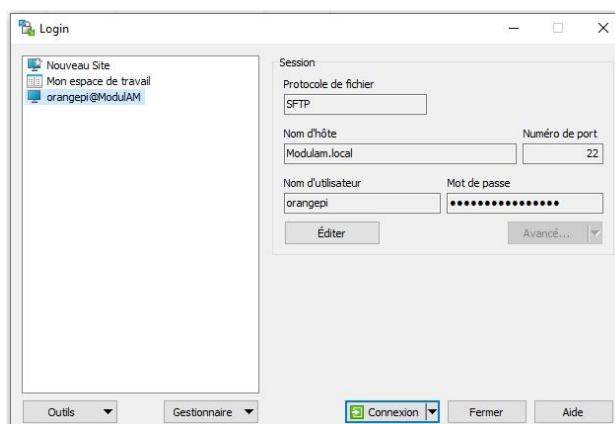

Figure VI.18
- Dans la fenêtre d'invitation, se connecter au **ModulAM** avec l'identifiant et le mot de passe de l'Orangepi (figure VI.18 ci-contre).